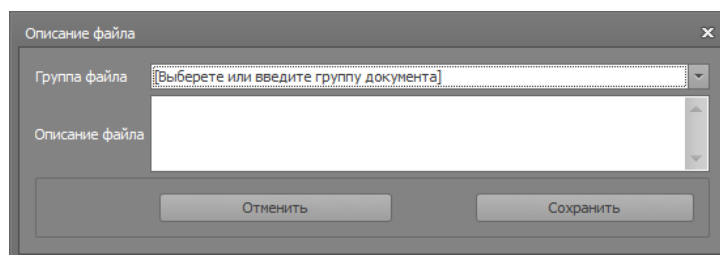

Рисунок 96
- в открывшемся окне (Рис. 96)–Описание файла